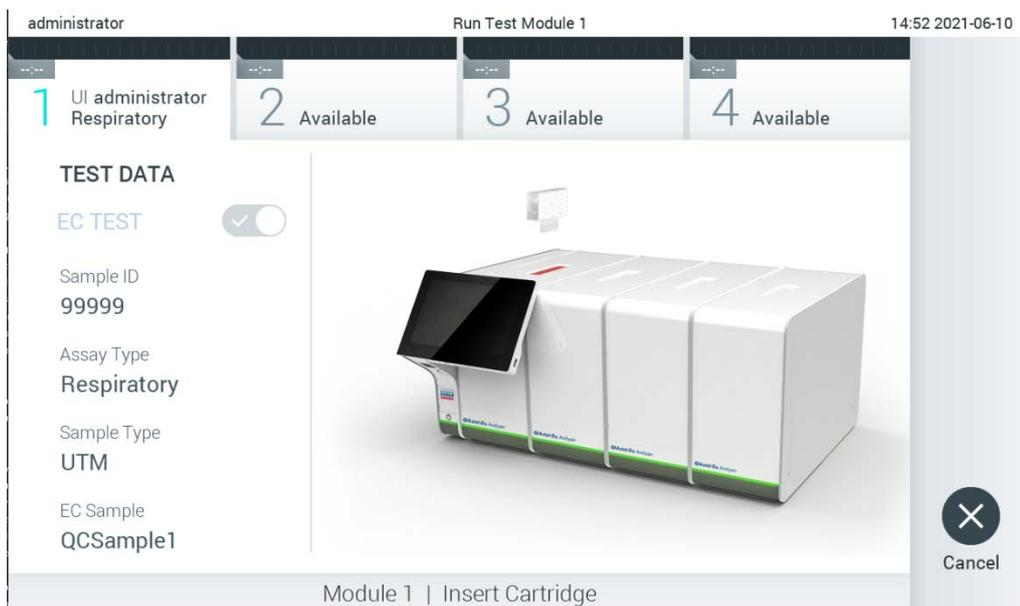

Figura 93. Introducción del cartucho de ensayo QIAstat-Dx en el QIAstat-Dx Analyzer 1.0.
9. Asegúrese de que ambas tapas de la muestra del puerto para hisopo y el puerto principal del cartucho de ensayo QIAstat-Dx estén bien cerradas. Cuando el puerto de entrada del cartucho ubicado en la parte superior del QIAstat-Dx Analyzer 1.0 se abra automáticamente, introduzca el cartucho de ensayo QIAstat-Dx con el código de barras mirando hacia la izquierda y las cámaras de reacción mirando hacia abajo (figura 93).